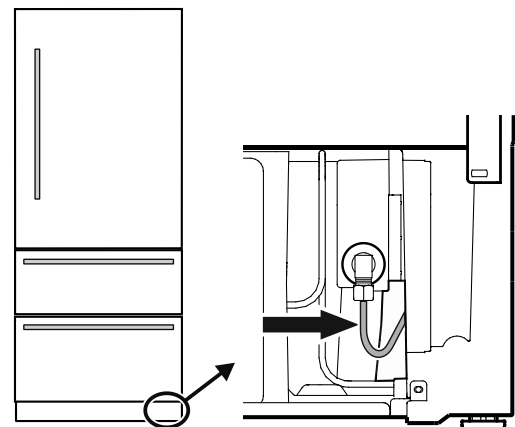

Figure 20
8. Visser l'adaptateur sur l'électrovanne (**Figure 20**).